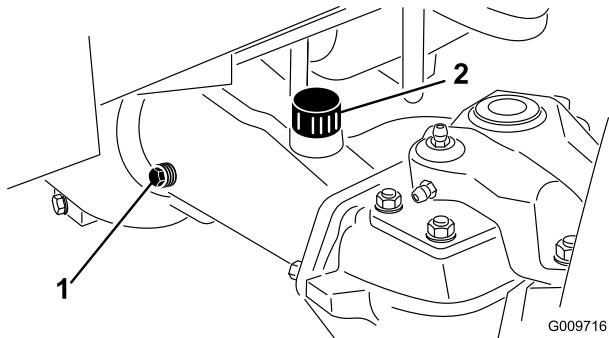

図 69
2. アクスルの一方の端部から点検用プラグ図 69 を抜き、穴の高さまで潤滑油があることを確認する。量が不足の場合は、給油プラグ図 69 をはずして補給する。